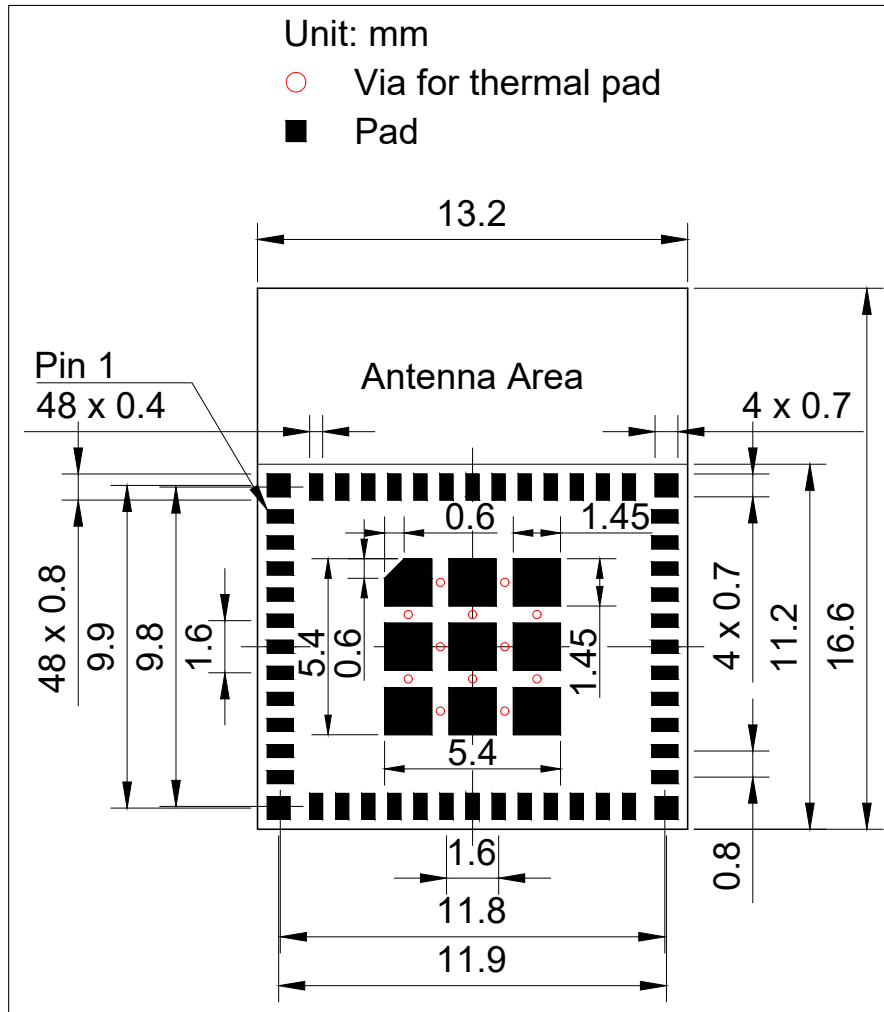
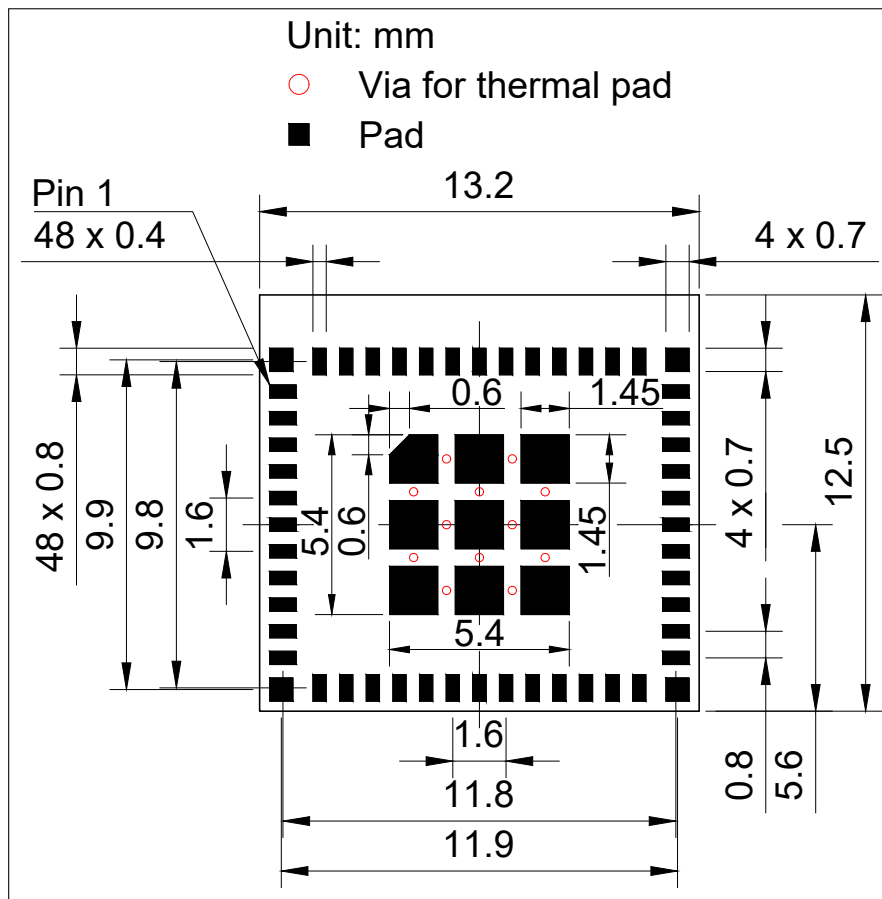

图 10: ESP32-C3-MINI-1 推荐 PCB 封装图形
图 11: ESP32-C3-MINI-1U 推荐 PCB 封装图形
- 推荐 PCB 封装图，标有 PCB 设计所需的全部尺寸。详见图 10 *ESP32-C3-MINI-1 推荐 PCB 封装图形* 和图 11 *ESP32-C3-MINI-1U 推荐 PCB 封装图形*。
- 推荐 PCB 封装图的源文件，用于测量图 10 和 11 中未标注的尺寸。您可用 Autodesk Viewer 查看 ESP32-C3-MINI-1 和 ESP32-C3-MINI-1U 的封装图源文件。